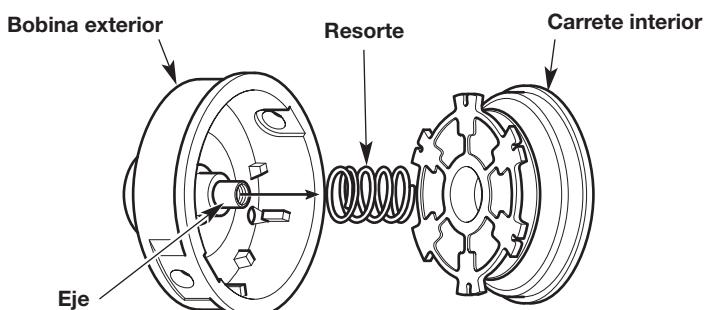

Fig. 17
- Retire el carrete interior de la bobina exterior (Fig. 17).
- Retire el resorte del carrete interior (Fig. 17).